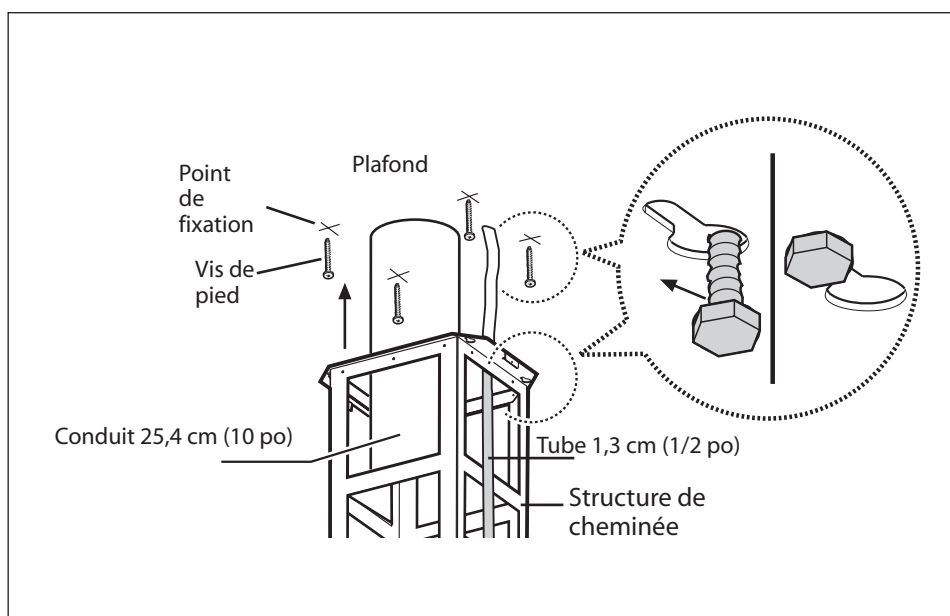

FIG.4
- b. Vissez les 4 tire-fonds fournis (voir figure 4; ne serrez pas complètement).
- c. Fixez la structure de montage aux poutrelles à l'aide des 4 tire-fonds fournis. (Voir figure 4, gardez le conduit de 10 po à l'intérieur de la structure.)
- d. Serrez les 4 tire-fonds; voir figure 4.